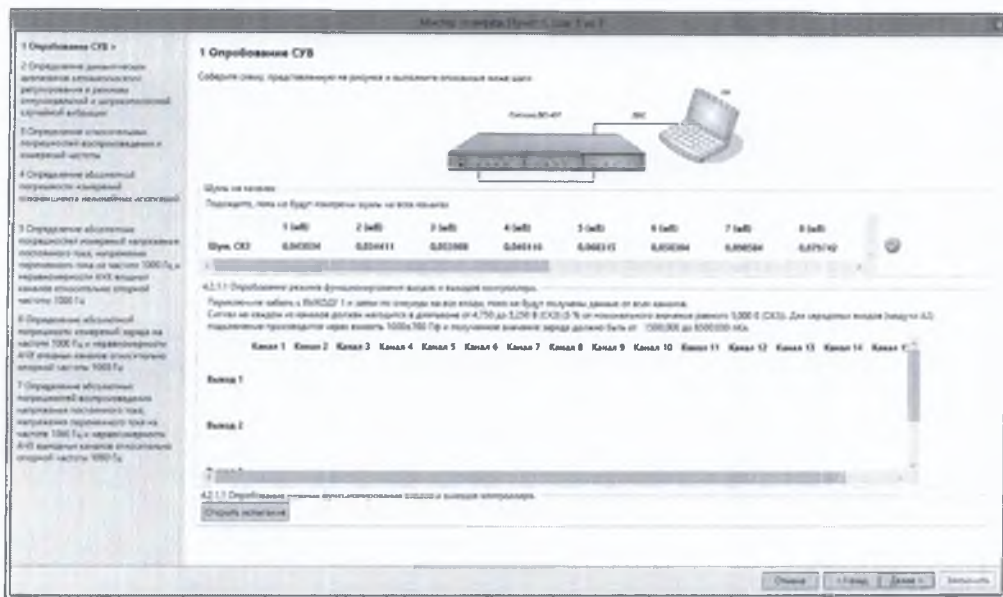

Рисунок 7.2.3
7.2.1.5 Собрать схему, изображенную в окне мастера поверки (рисунок 7.2.3).